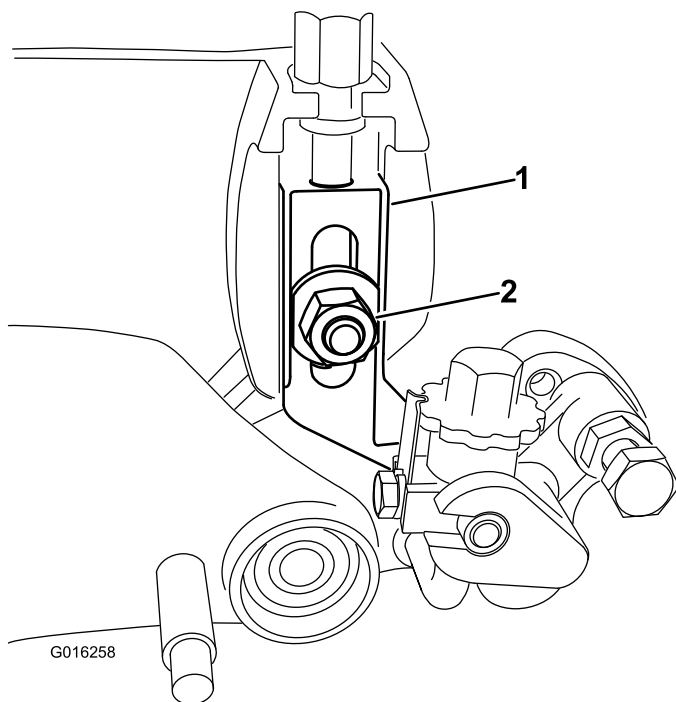

Рисунок 30
5. Снимите лемешный болт, гайку и шайбу, которые крепят узел рычага высоты скашивания к боковой плите (Рисунок 30).